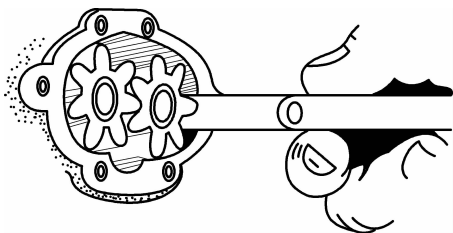

图 3-11 齿顶和泵壳间隙的检查
(2) 齿顶与泵壳内侧的间隙的检测。如图 3-11 所示,使用极限一般为 0.20mm 。